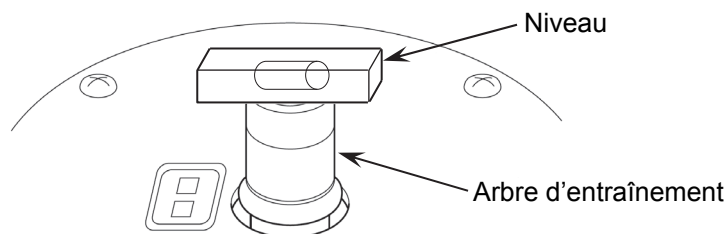

Fig. 5-3 Positionnement du niveau
- (2) Mettre l'ultracentrifugeuse sous tension, ouvrir la porte de la chambre, puis la mettre hors tension. Si cette ultracentrifugeuse n'est toujours débranchée, se reporter à la section 2-5 « Récupération d'urgence après une panne de courant », retirer le couvercle avant et ouvrir la porte de la chambre.
- (3) Placer le niveau fourni avec cette ultracentrifugeuse sur l'arbre d'entraînement dans la chambre du rotor et tourner les quatre vis de réglage pour régler l'alignement de l'ultracentrifugeuse (Fig. 5-3).
- (4) Après réglage de l'alignement, s'assurer que les quatre vis de réglage sont bien fixées à la surface où la centrifugeuse est positionnée.